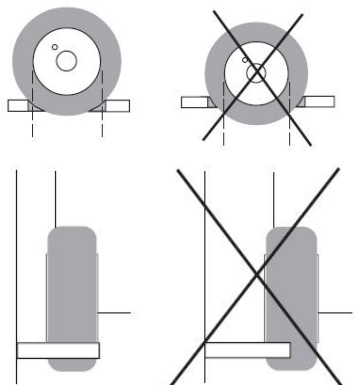

Fig.15a
1. Positioneer de hefkolommen om de wielen van het te heffen voertuig, op de juiste manier (Fig.15a)